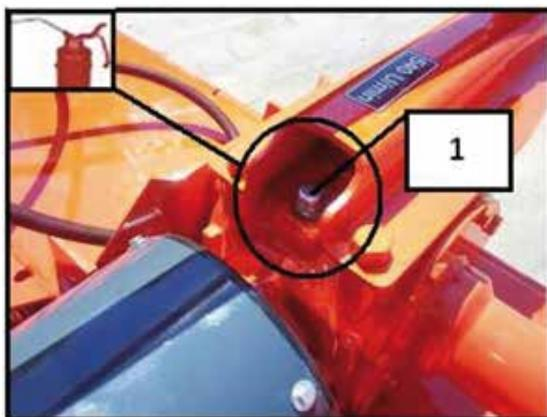

Figura 29
Verifique el aceite en la caja de transmisión que se muestra en la Figura 29/30/31, antes de usar la máquina. El nivel de aceite debe estar en el tapón de nivel (3) que se muestra en la Figura 31.
Si hay alguna disminución, llene con SAE140EP / 3.5 (el aceite No. 140I), que es (1) el estándar en el tapón de llenado de aceite. (Consulte la Figura 29.)